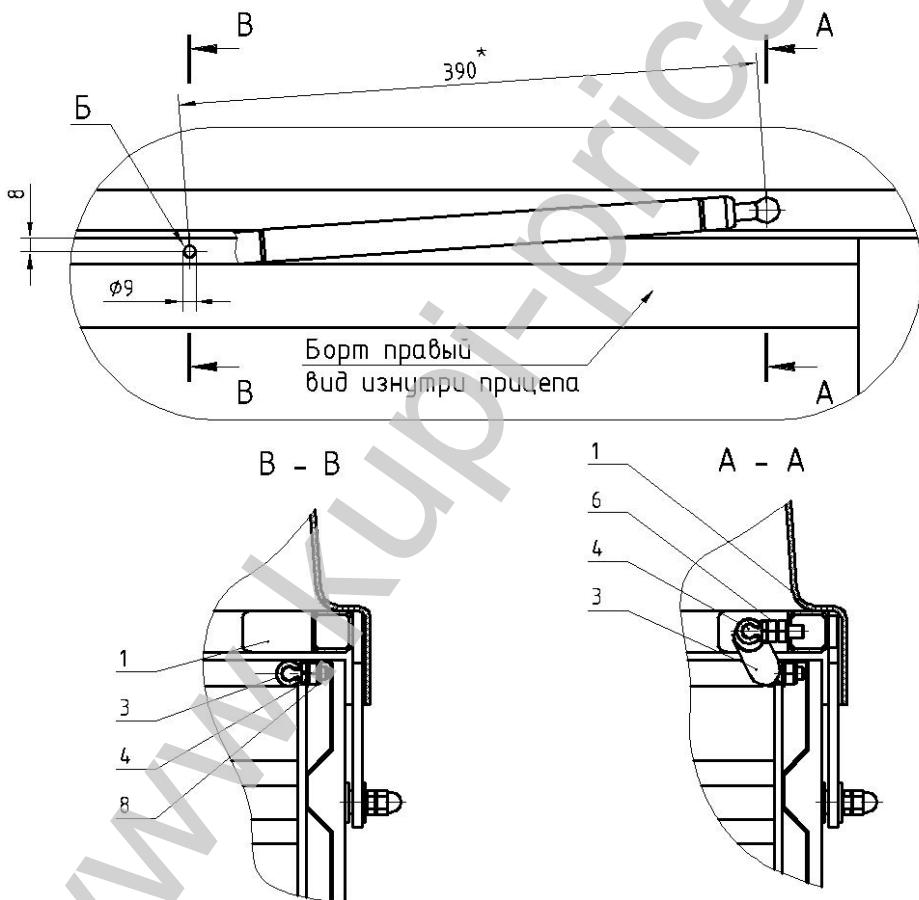

Рисунок 2.
9. Прикрутить верхние шаровые шарниры 4 через дистанционную гайку 6 (рис. 2 сечение A-A).
10. В закрытом состоянии крышки разметить отверстие Б в левом и правом борту прицепа на расстоянии 355мм от оси вращения шарнира и 8мм от верхнего края борта, как показано на рис. 2.
12. Прикрутить нижние шаровые шарниры 4 (рис. 2 сечение B-B).